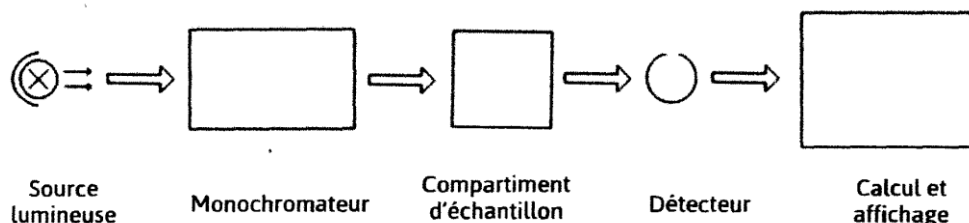

Figure 6. Schéma simplifié du spectrophotomètre
- Le schéma (figure 6) ci-dessous illustre la relation entre ces différentes parties.